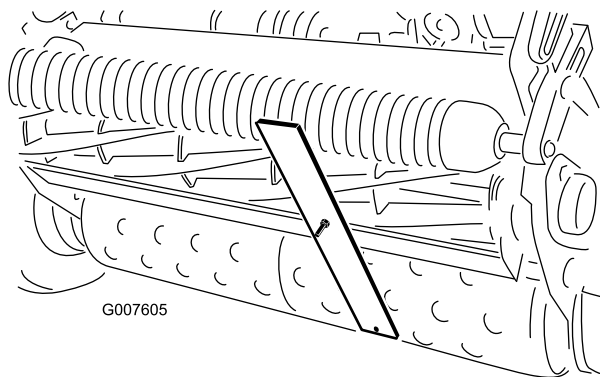

Figura 53
- Enganche la cabeza del tornillo sobre el filo de la contracuchilla y apoye el extremo trasero de la barra sobre el rodillo trasero (Figura 53).